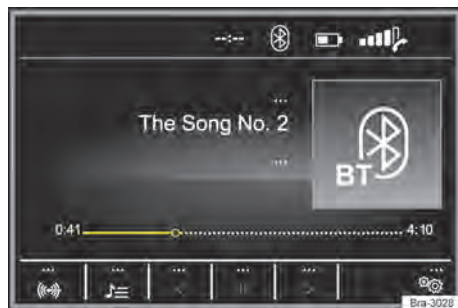
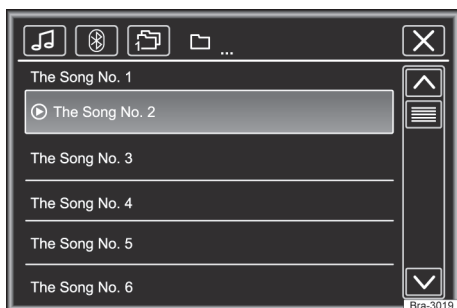

Fig. 130 Menu principal de mídia.
Fig. 131 Operação do rádio: lista de estações.
- Pressionar o botão **MEDIA** para abrir o menu principal **MEDIA** → Fig. 130.
As fontes de mídia que são reproduzidas atualmente são exibidas na superfície de função na parte inferior esquerda → Fig. 130.
Legenda da → Fig. 130 e → Fig. 131: